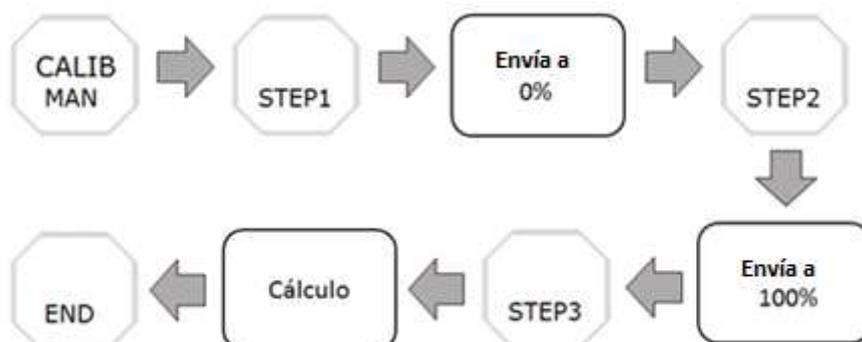

Figura 3.10 – Diagrama de pasos de calibración manual de posición.
- **Calibración Manual de Posición (*Manual Calibration*):** ejecuta el procedimiento manual de ajuste de las referencias del 0% y del 100% del sensor de posición. La figura 3.10 indica los pasos de este procedimiento.